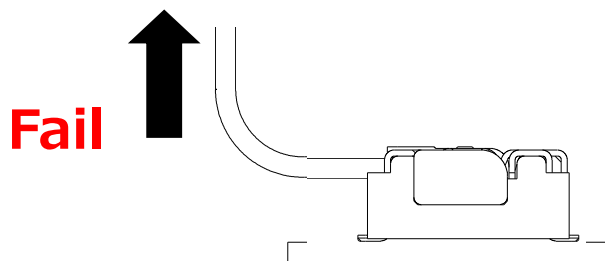

図 3
- ・図 3 のようにケーブルを引っ張り上げ、コネクタの抜去を行わないでください。